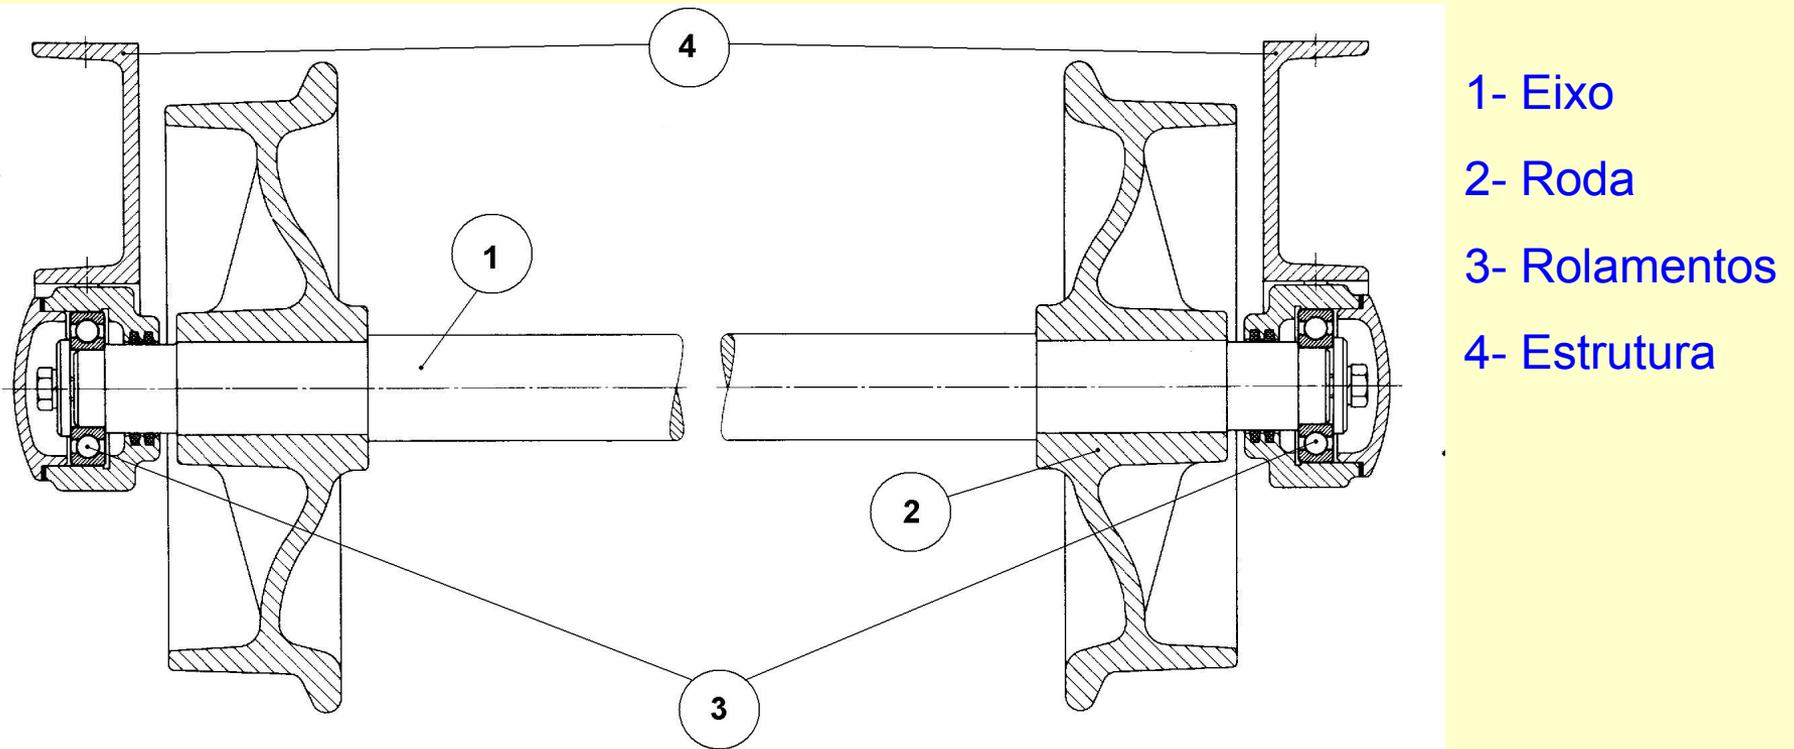

Figura 5
1.2.1 - Eixos (em inglês “axel”), não transmitem potência, como o eixo de um vagonete de carga, mostrado na figura 5